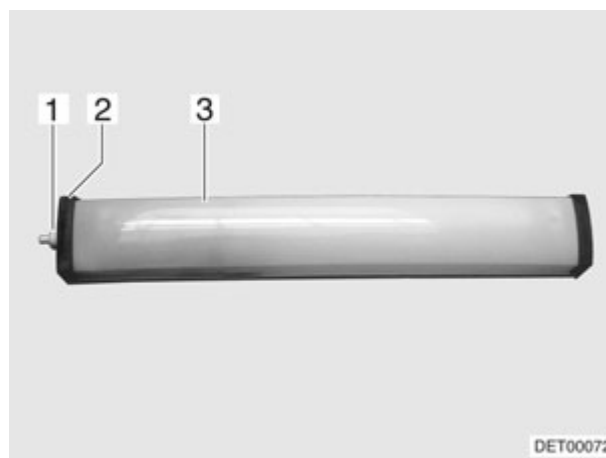

Fig. 161 Lámpara del habitáculo
- Desatornillar la caperuza (Fig. 161,1).
- Retirar la tapa (Fig. 161,2).
- Comprimir ligeramente la cubierta de la luz (Fig. 161,3) y retirarla.